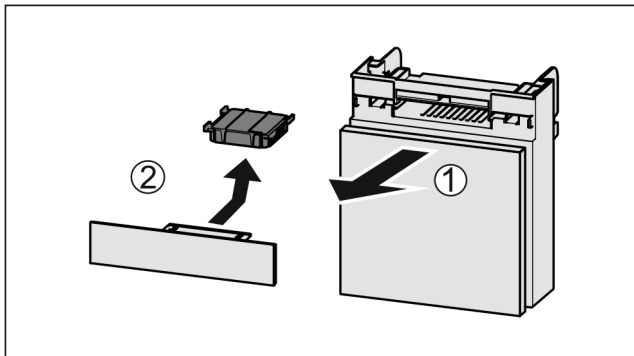

Fig. 174
- Estrarre il vano tirando in avanti Fig. 174 (1).
- Rimuovere il filtro a carboni attivi Fig. 174 (2).